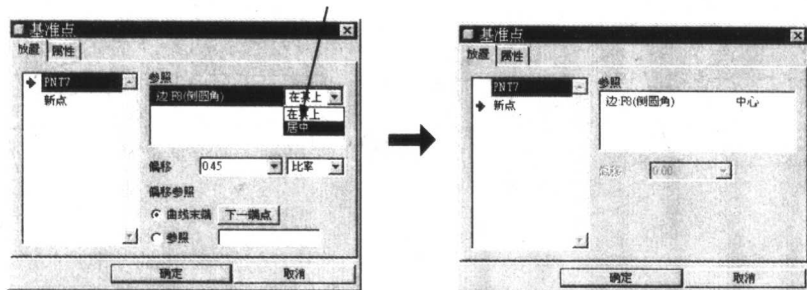

图 1.15
- [将【基准点】(DATUM POINT)对话框中参照的类型改为【居中】(Center)，如图 1.15 所示]